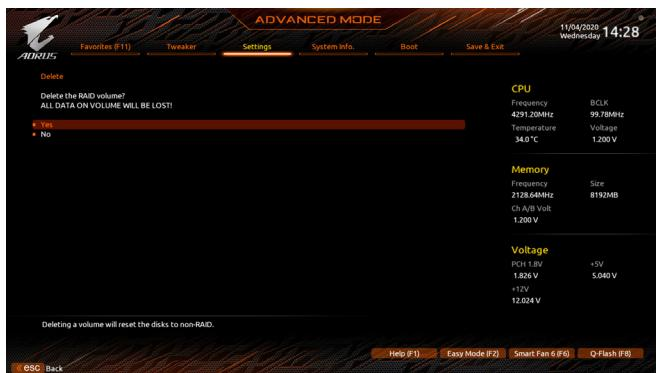

図 7
RAID アレイを削除するには、Intel(R) Rapid Storage Technology 画面において削除するボリューム上で <Enter> を押します。RAID VOLUME INFO 画面に入ったら、Delete で <Enter> を押して Delete 画面に入ります。Yes で <Enter> を押します(図 7)。